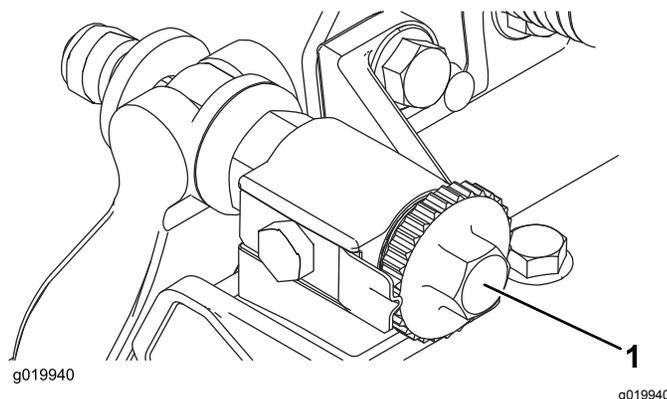

Рисунок 8
2. Поверните регулировочные винты неподвижного ножа против часовой стрелки, чтобы неподвижный нож не касался барабана (Рисунок 8).